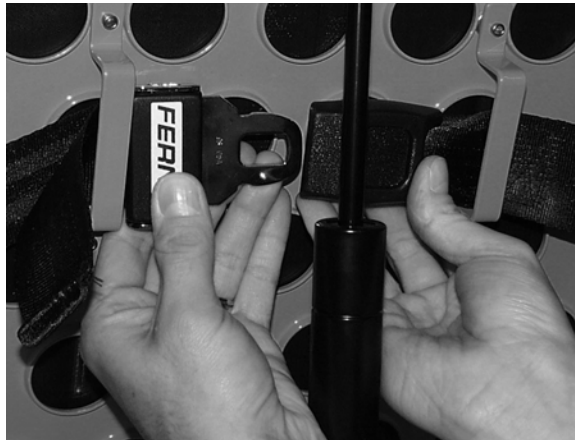

Figure 13 – Attache de la boucle Pedi-Mate™
4. Faire passer les sangles autour du dossier et insérer les bouts des sangles dans les supports. Attacher solidement la boucle (voir figure 13).